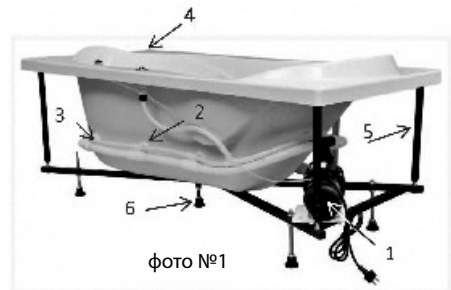

рис. 1
- Использовать дополнительное крепление ванны (рис.1):